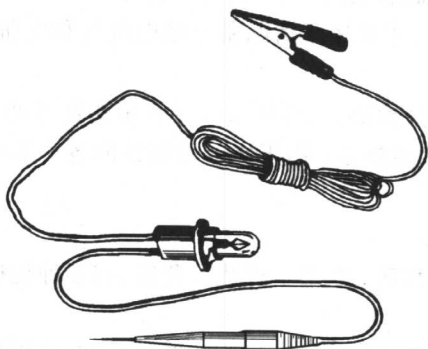

图 1-1 低压试灯
(6) 低压试灯。用于检查汽车电路的通断,可用汽车仪表灯、鳄鱼夹、表棒和导线制作(如图 1-1),或用发光二极管、限流电阻、鳄鱼夹、表棒和导线制作。现代汽车电子设备应用很广泛,分路保险应用也很多,出现故障时不能用刮火的方法进行检查,否则容易损坏电子设备和保险丝。必须采用万用表或试灯进行检查。